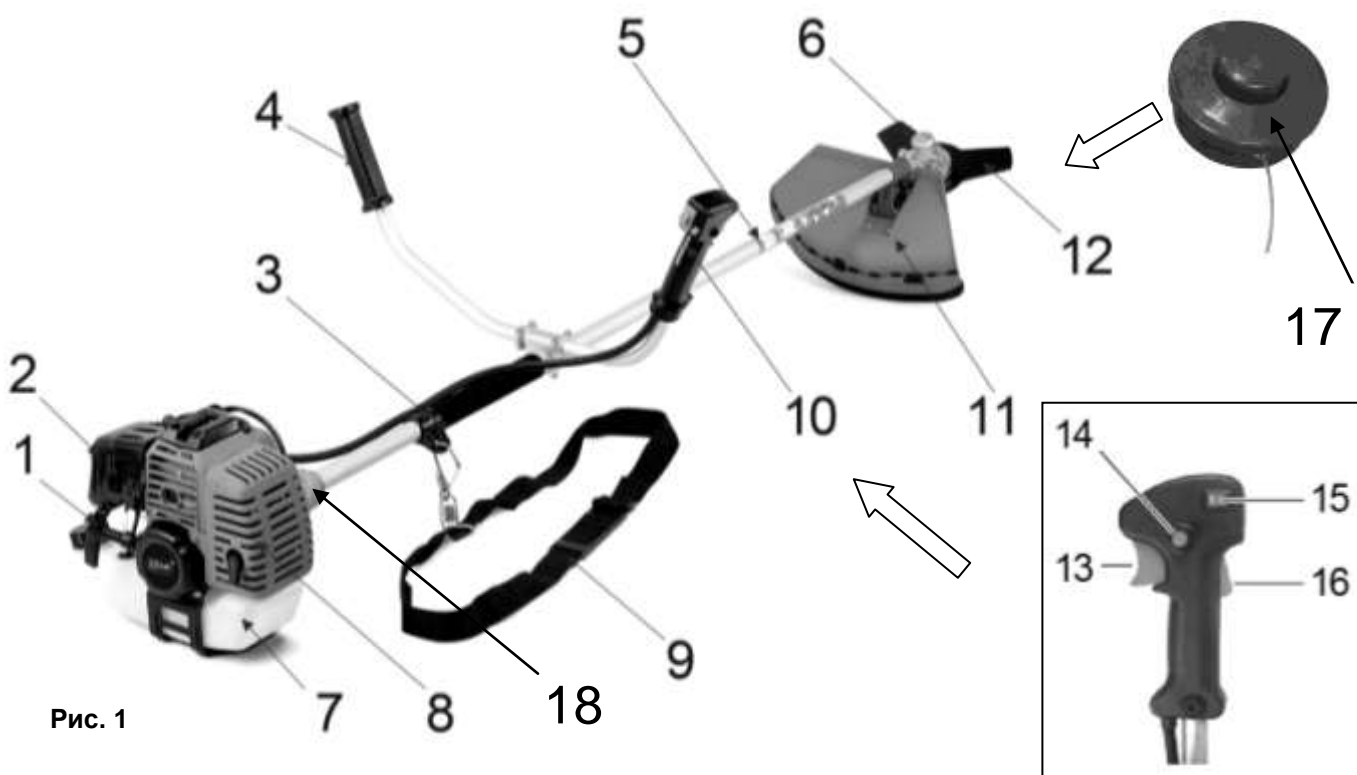

Рис. 1
- Начало сборки триммера следует производить с установки корзины муфты сцепления (18)(См. Рис.1) на кулачковый механизм бензинового двигателя. Муфта устанавливается поверх кулачков, и закрепляется четырьмя винтами.
- Расположите в углубление в средней части штанги рукоятку управления (10) и дополнительную ручку (4)(См. Рис.1).
- Во время работы триммера, обязательно используйте защитный кожух (11)(См. Рис.1). Запрещается эксплуатировать триммер без защитного кожуха!